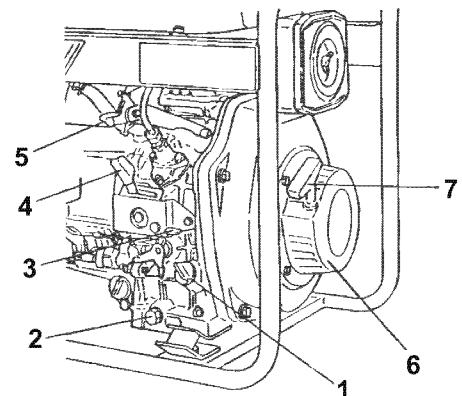

Рис. 53
Чтобы заменить (проверить или долить) масло выполните следующую процедуру.(Рис. 53)
1. Снимите крышку маслозаливной горловины (Рис. 53, (1)) (масляный щуп).
2. Выкрутите пробку масляного поддона (Рис. 53, (2)), чтобы слить масло. (Сливайте, когда двигатель работает на холостом ходу.)
- Опустите рычаг останова (Рис. 53, (3)) и установите рычаг регулировки (Рис. 53, (4)) в положение STOP (СТОП) (влево).
- Опустите рычаг сброса давления в положение сброса давления (Рис. 53, (5)).
- Потяните ручку (Рис. 53, (7)) ручного стартера (Рис. 53, (6)), чтобы прокрутить коленчатый вал приблиз. 10 раз.